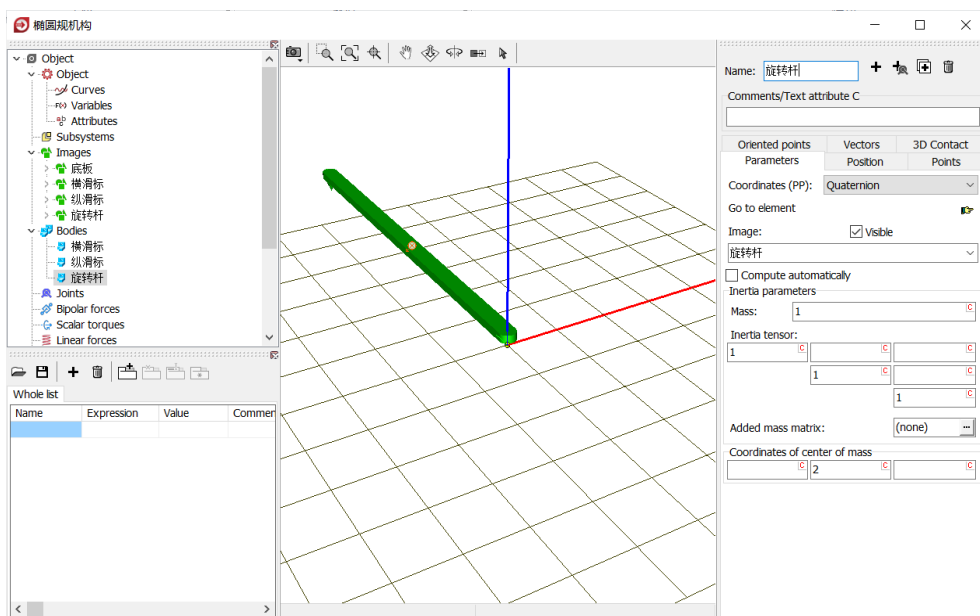

图 2-76
- 8) 点击右侧面板上方的按钮 , 复制生成第三个刚体, 重命名为**旋转杆**, 从 **Image** 下拉菜单选择几何**旋转杆**, 设置质心坐标(0, 2, 0), 如图 2-76。